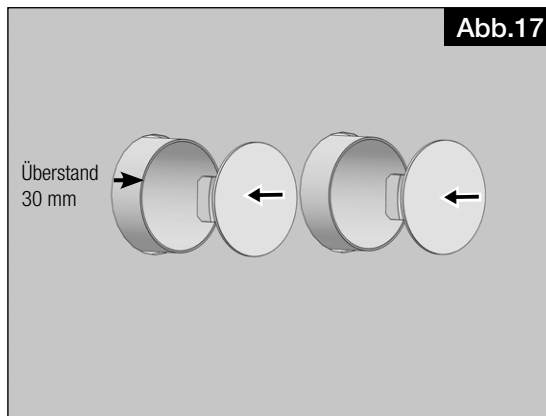

Abb.17
2. Die Wandeinbauhülsen müssen mit einem Überstand von 30 mm zur fertig verputzten Außenwand bei Verwendung mit Fassadenblende KWL 70 FB... oder zur Rohbauwand bei Verwendung mit dem Laibungselement KWL 70 LE-RP abgetrennt werden (siehe Abb.17).
3. Die Bautenschutzdeckel auf der Wandaußenseite wieder in die Wandeinbauhülsen einstecken (siehe Abb.17).